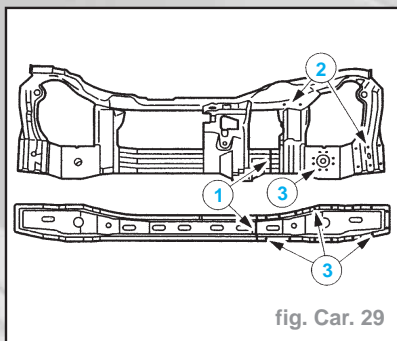

fig. Car. 29
- Préparer les éléments restés en place sur le véhicule et les pièces neuves (fig. Car. 29) :
- découper les pièces neuves aux dimensions prescrites (1).
- fraiser les points de soudure (2).
- réaliser le perçage en vue de la liaison par bouchonnage (3).